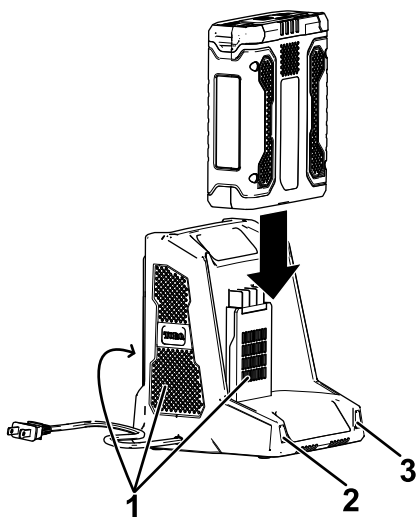

Figur 8
3. Innrett kammeret i batteripakken (Figur 8) med koblingsarmen på laderen.